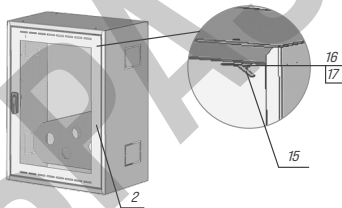

Рисунок 10
6.3 Для монтажа встроенного шкафа необходимо открыть дверь (двери) 2, отогнуть планку 15 (рисунок 10) и вытащить заклепку 16 с шайбой 17, после чего вставить дверь 2 в раму при помощи болтов и гаек М6 из комплекта поставки рамы через отверстия $\varnothing 7$. Затем необходимо вставить дверь 2 в раму при помощи заклепки 16, шайбы 17 и подогнуть планки 15, а затем разместить в корпусе оборудование пожарного крана. Дверь закрыть на замок 6. Монтаж углового пожарного крана с условным проходом DN 65 мм вести с применением муфты по ГОСТ 8954, сгона по ГОСТ 8969 и контргайки по ГОСТ 8968.